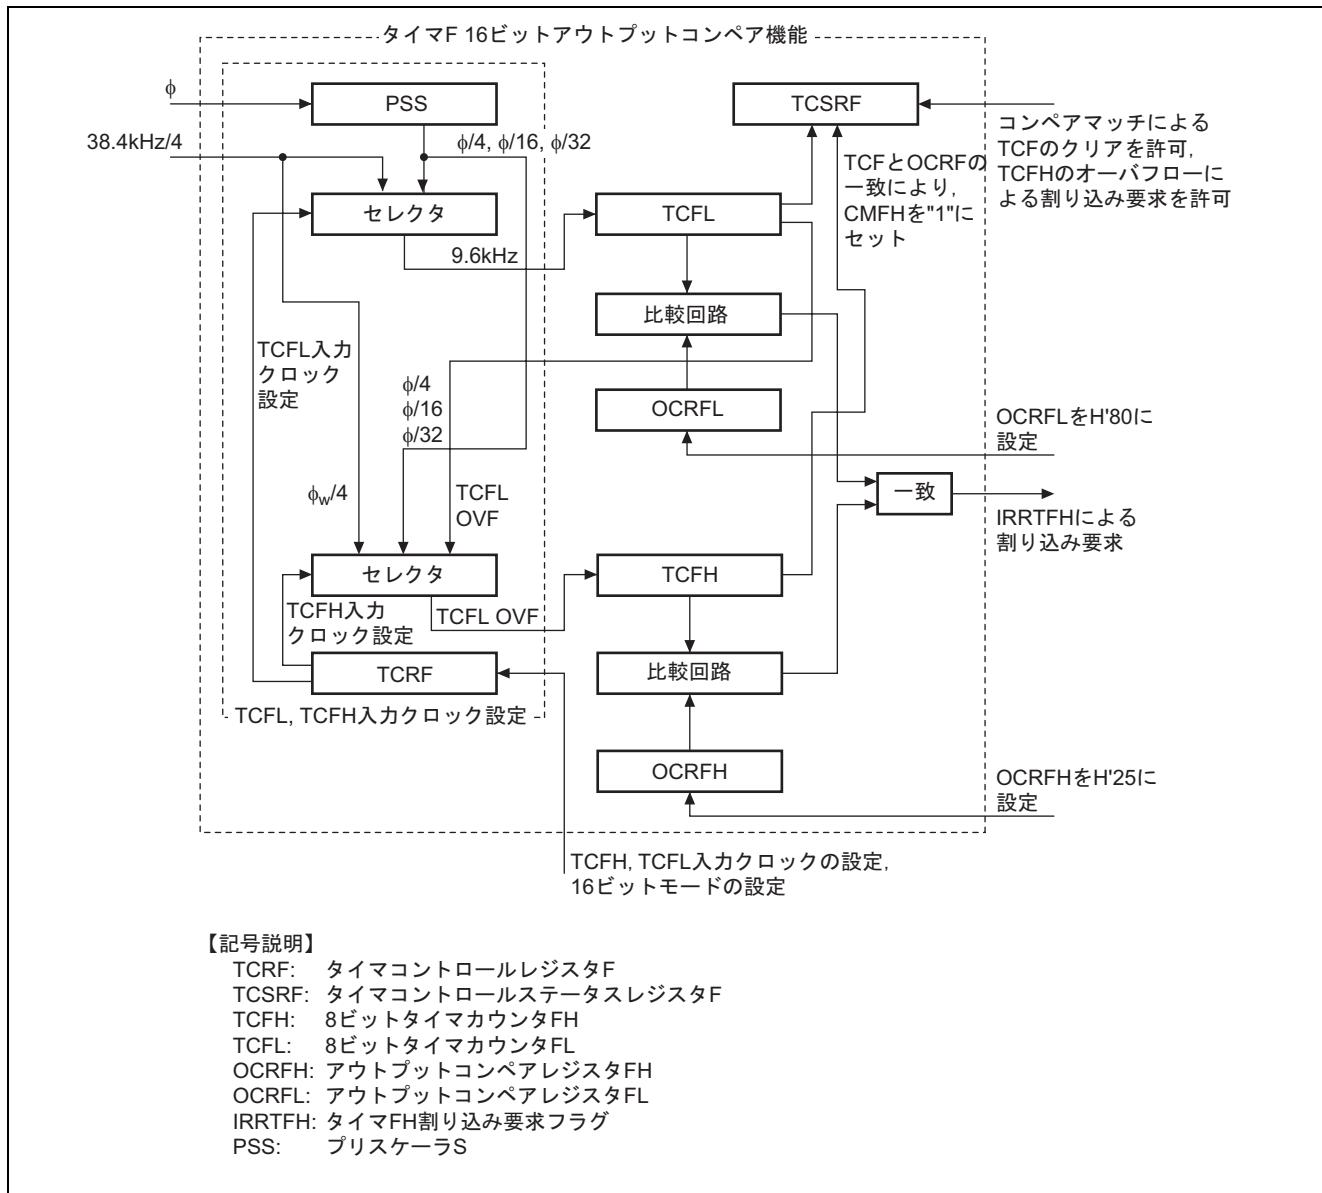

図 2 タイマ F 16 ビット コンペアマッチ機能ブロック図
2. 図 2 に本タスク例で使用するタイマ F 16 ビット コンペアマッチ機能のブロック図を示します。